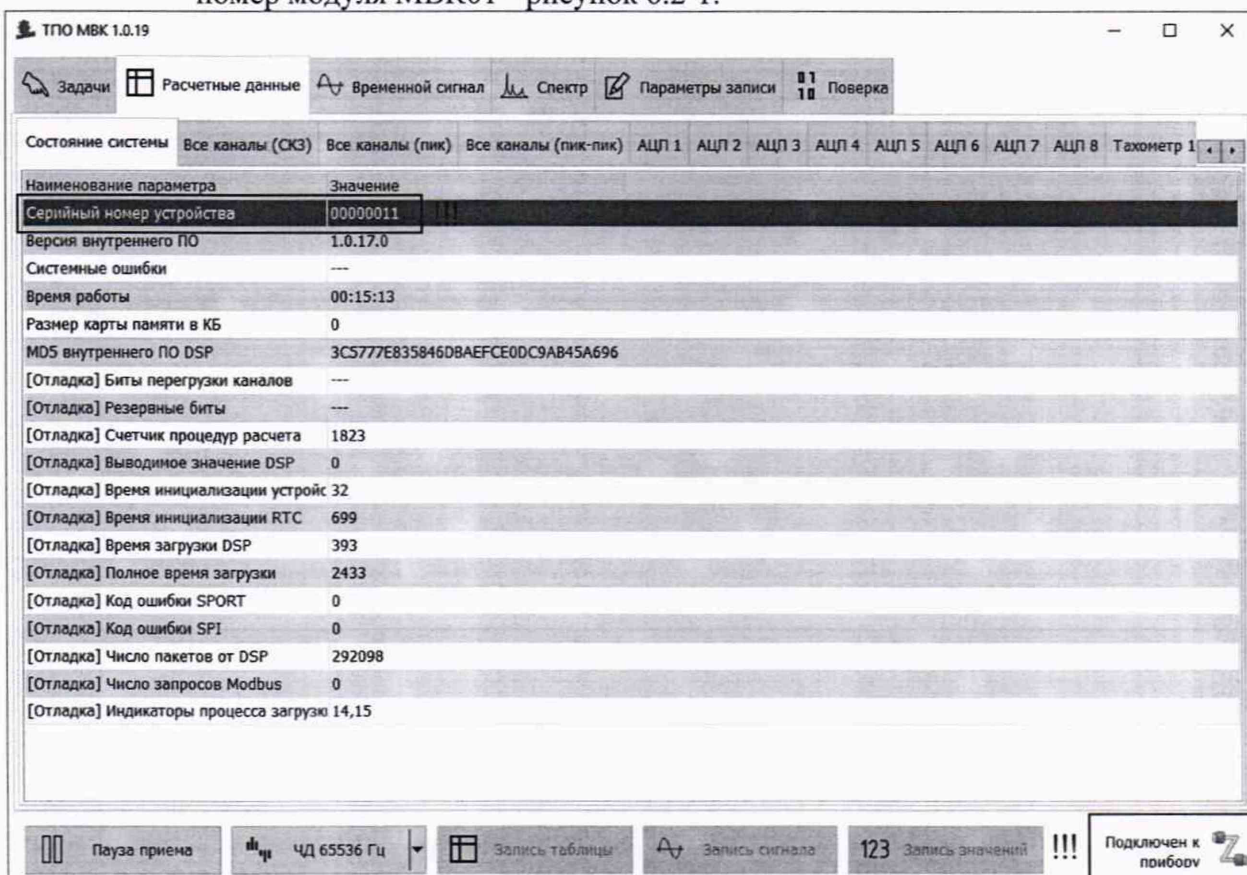

Рисунок 6.2-1.
4. Зафиксировать состояние индикатора подключения в правом нижем углу окна вкладки «Расчетные данные»/ «Состояние системы» и серийный номер модуля МВК01 - рисунок 6.2-1.